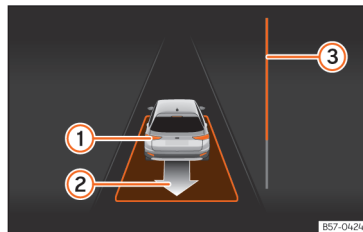

Рис. 167 Дисплей комбінації приладів: виїзд із паралельної парковки
• Їдьте заднім ходом, доки не почуєте безперервний звуковий сигнал асистента Park Pilot; **АБО:** їдьте назад, доки на дисплеї комбінації приладів не з'явиться вказівка їхати вперед. Індикатор »» **рис. 167**  відображає залишкову відстань.